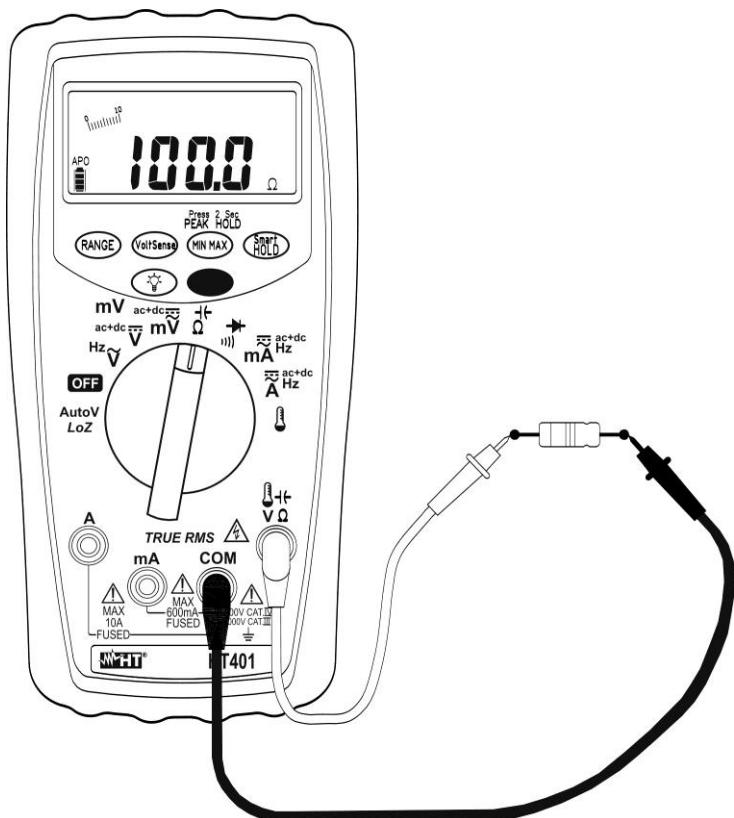

Abb. 7: Widerstandsmessung
4. Stellen Sie die Messleitungen in die gewünschten Punkte des zu messenden Kreises. Der Widerstandswert erscheint auf dem Display (siehe Abb. 7).